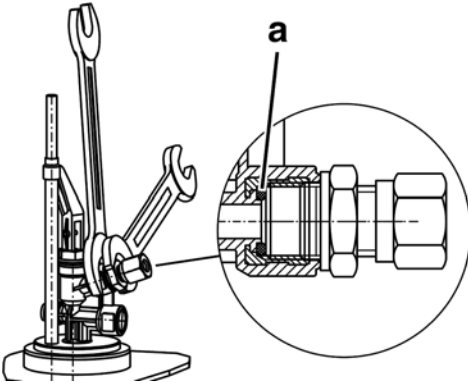

Bild 5: Rohrverschraubung montieren
3. Mit Schlüssel SW 24 an der Armatur gegenhalten und Rohrverschraubung mit max. 20 Nm anziehen (Bild 5).